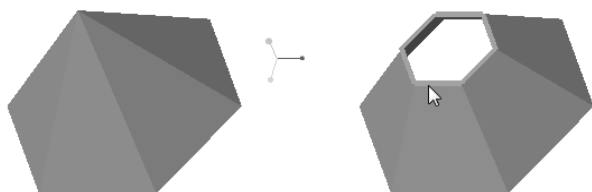

图 5-191 选择面组中的间隙边
1) 结合 (Ctrl) 键选择面组中的间隙边, 如图 5-191 所示。为了便于选择间隙边, 可以将“选择过滤器”的选项设置为“几何”。